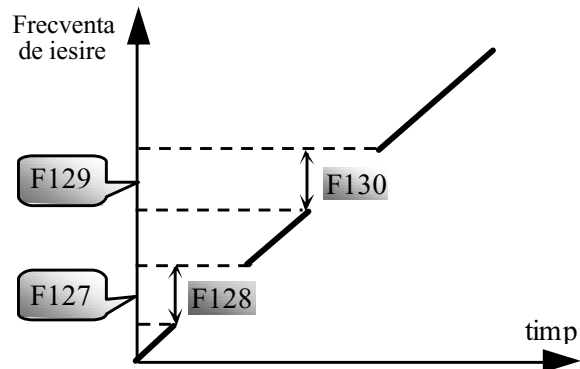

Fig 5-3 Frecventa si latime de sarit
- dupa cum se vede in Fig 5-3: frecventa de sarit =20Hz, latimea de sarit=5.00, inverterul va sari automat de la 17.5la22.5Hz.